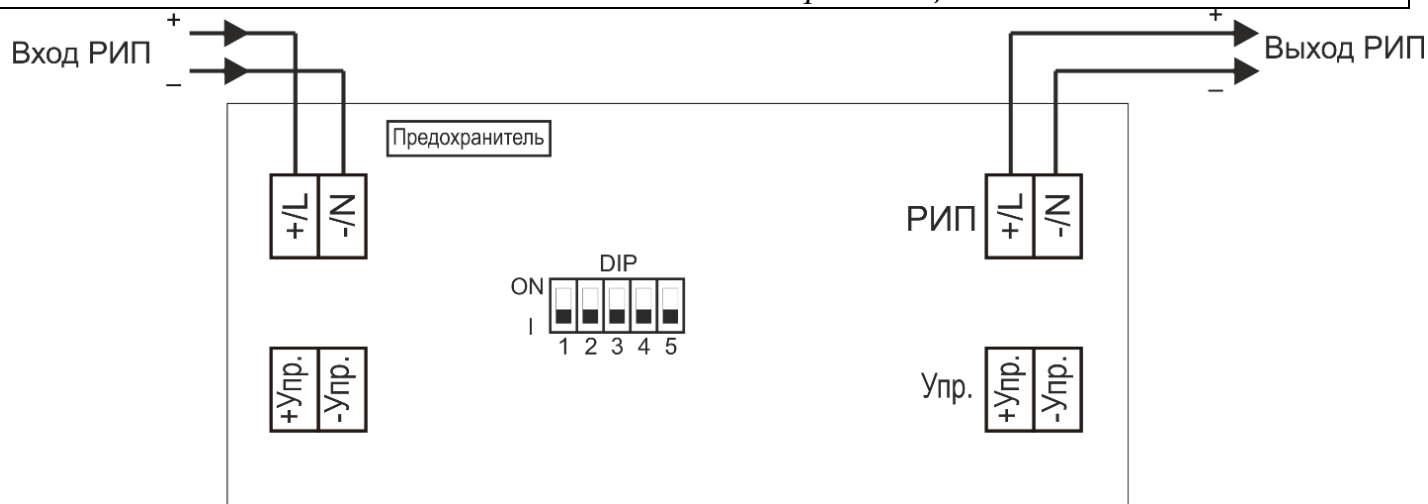

Рисунок 3 – Схема 2-х проводного подключения оповещателя пожарного взрывозащищенного светового
В корпусе оповещателя расположена электронная плата, на которой размещены (см рис. 3 – 6):
4.2 Назначение переключателей DIP («1-5»), рис. 3 – 6:
Работа по 2-х проводной схеме подключения (рис. 3 и 5) – оповещатель активируется при включении напряжения питания на клеммы «вход РИП».
• произвести подключение проводов в соответствии со схемами подключений рис. 3 – 6 настоящего РЭ. В оповещателе использованы нажимные клеммы Wago для проводов, сечением до 2,5 мм². Для подключения оповещателя использовать кабели с медными жилами, сечением не менее 0,75 мм².
3. Проверить правильность подключения оповещателя в соответствии со схемами подключения на рис. 3 – 6 настоящего РЭ.